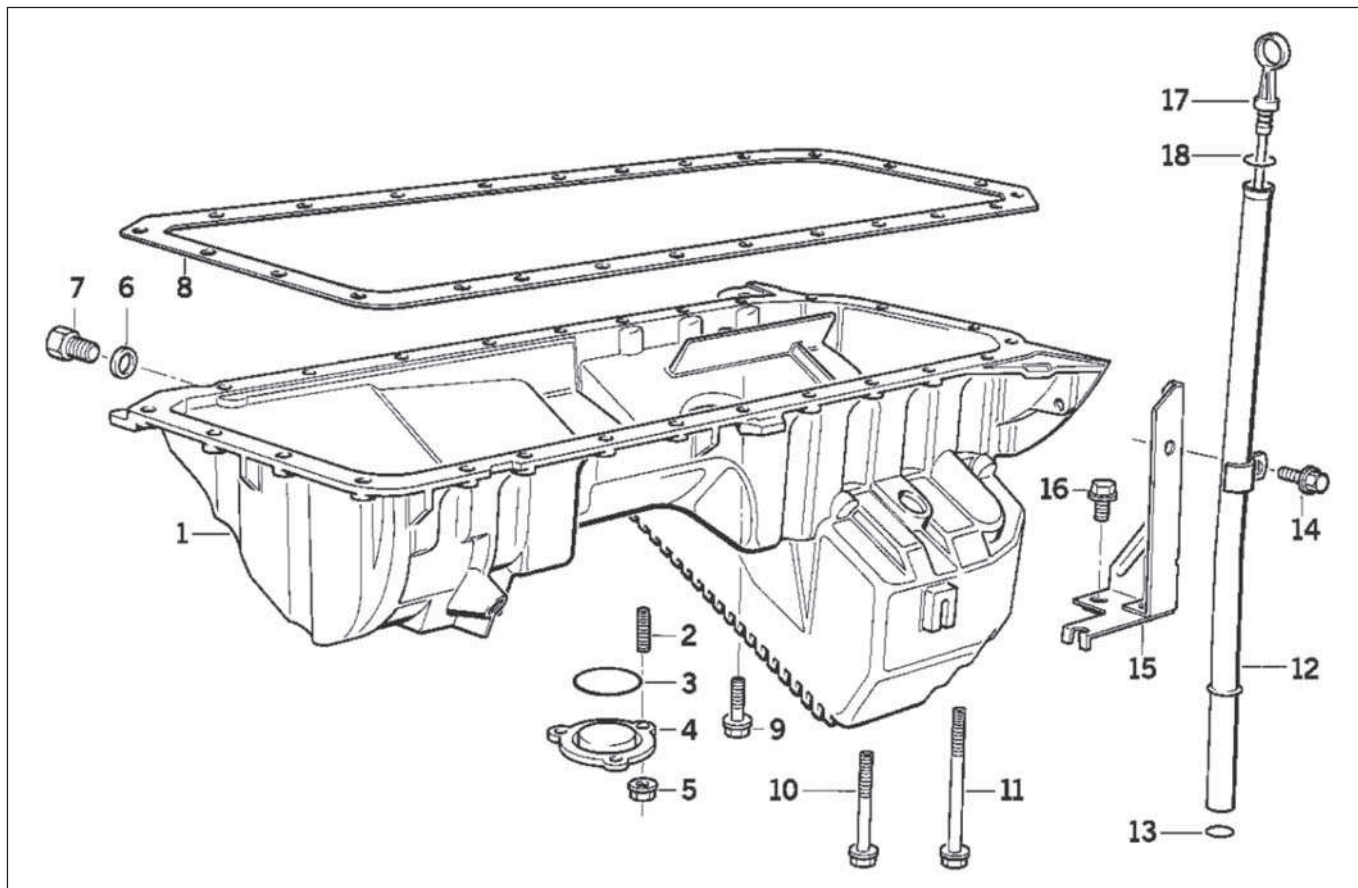

Рис. 3.76. Поддон масляного картера («М50»):
- Закрепить новую уплотнительную прокладку (8, см. рис. 3.76) к поддону при помощи небольшого количества густой смазки. Проверить правильность расположения прокладки. Вставить все болты крепления поддона масляного картера и ввернуть их от руки, не затягивая.